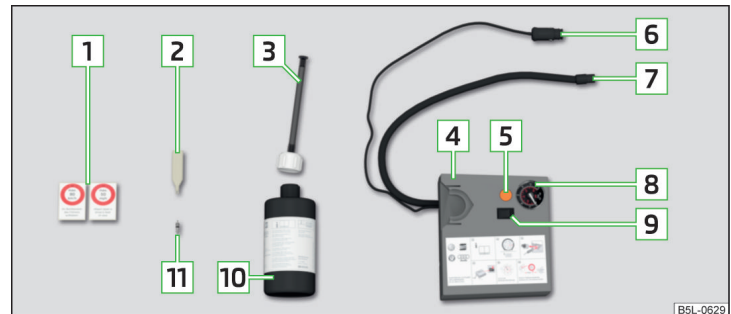

Fig. 155 Prezentarea în principiu: Componentele setului de pană
Componentele setului » fig. 155
- Lipiți autocolantul corespunzător [1] » fig. 155 la pagina 163 pe planșa de bord, în câmpul vizual al șoferului.
- Scuturați de câteva ori bine recipientul de umplere a anvelopei [10] » fig. 155 la pagina 163.
- Înșurubați bine furtunul de presiune [7] » fig. 155 la pagina 163 al compresorului de aer pe ventilul anvelopei.